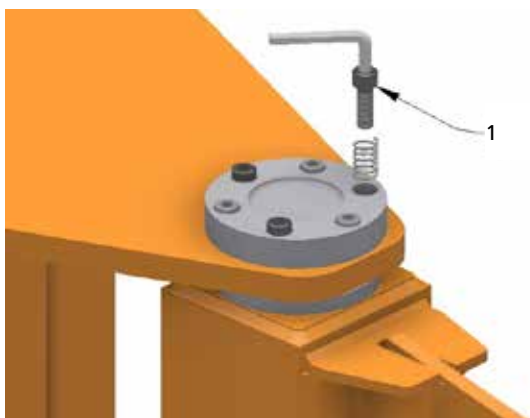

fig.82
1. Regolare la scorrevolezza di rotazione del braccio, agendo sul sistema frenante tramite le viti di registro 1, fino ad ottenere la sensibilità di brandeggio desiderata (fig. 82).